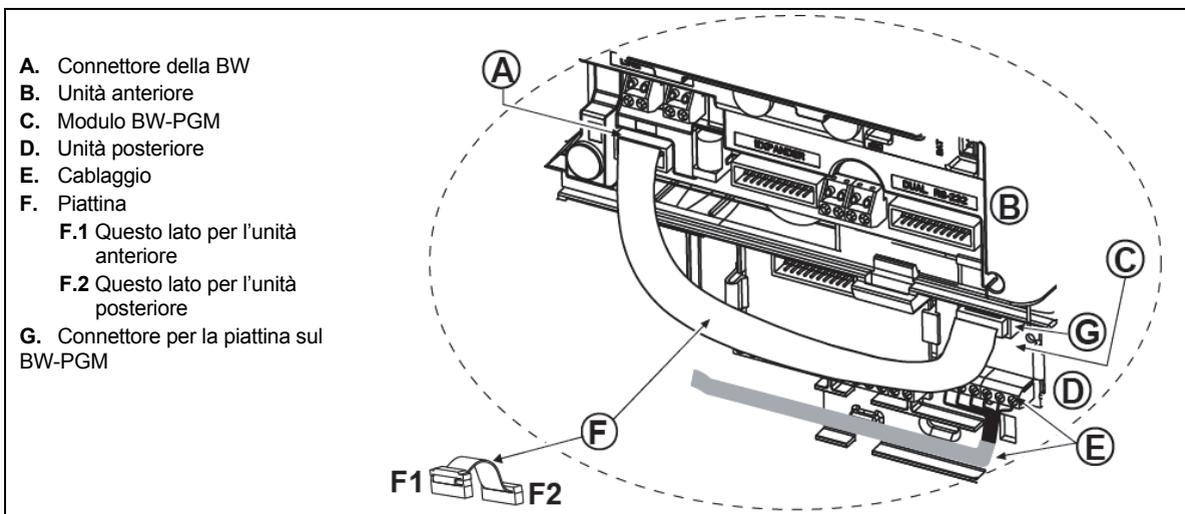

Figura 4.5- Montaggio del modulo BW-PGM
Montare il modulo BW-PGM come mostrato in Figura 4.5.
1. Premere verso il basso il modulo BW-PGM (D), che si trova nel pannello posteriore tra le sue due clip.
2. Collegare la piattina del modulo BW-PGM (F) al connettore IP della centrale e al connettore per la piattina del BW-PGM (G).
**Attenzione!** Durante l'installazione del modulo BW-PGM si consiglia vivamente di disporre il cavo (E) come mostrato in Figura 4.5 per evitare interferenze che potrebbero verificarsi se il cavo passa troppo vicino alle antenne della centrale